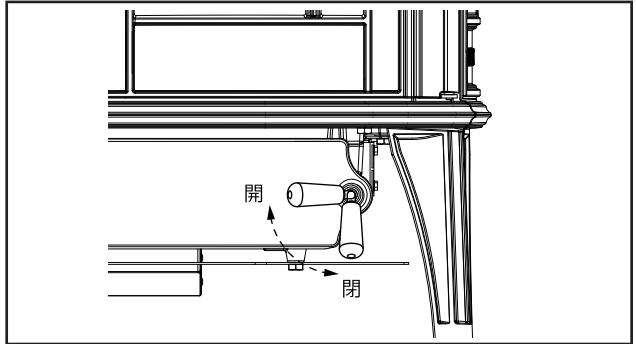

図2.8 灰受けドアのハンドルは、時計回りに回して開き、反時計回りで閉まります。
- ・グリドルまたはフロントドアを閉め、灰受けドアを開けます。(図2.8)灰受け皿は弧を描くようにストーブの外に出てきます。